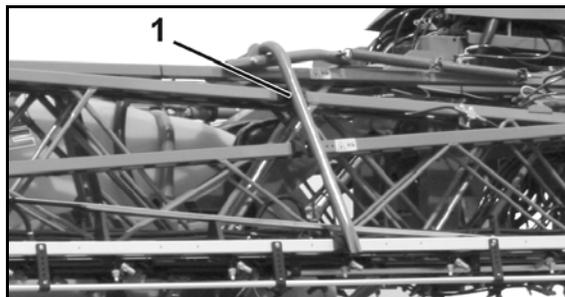

Рис. 9
- Транспортировочный фиксатор (Рис. 9/1) на штангах **Super-L**, защищающий от самопроизвольного раскладывания